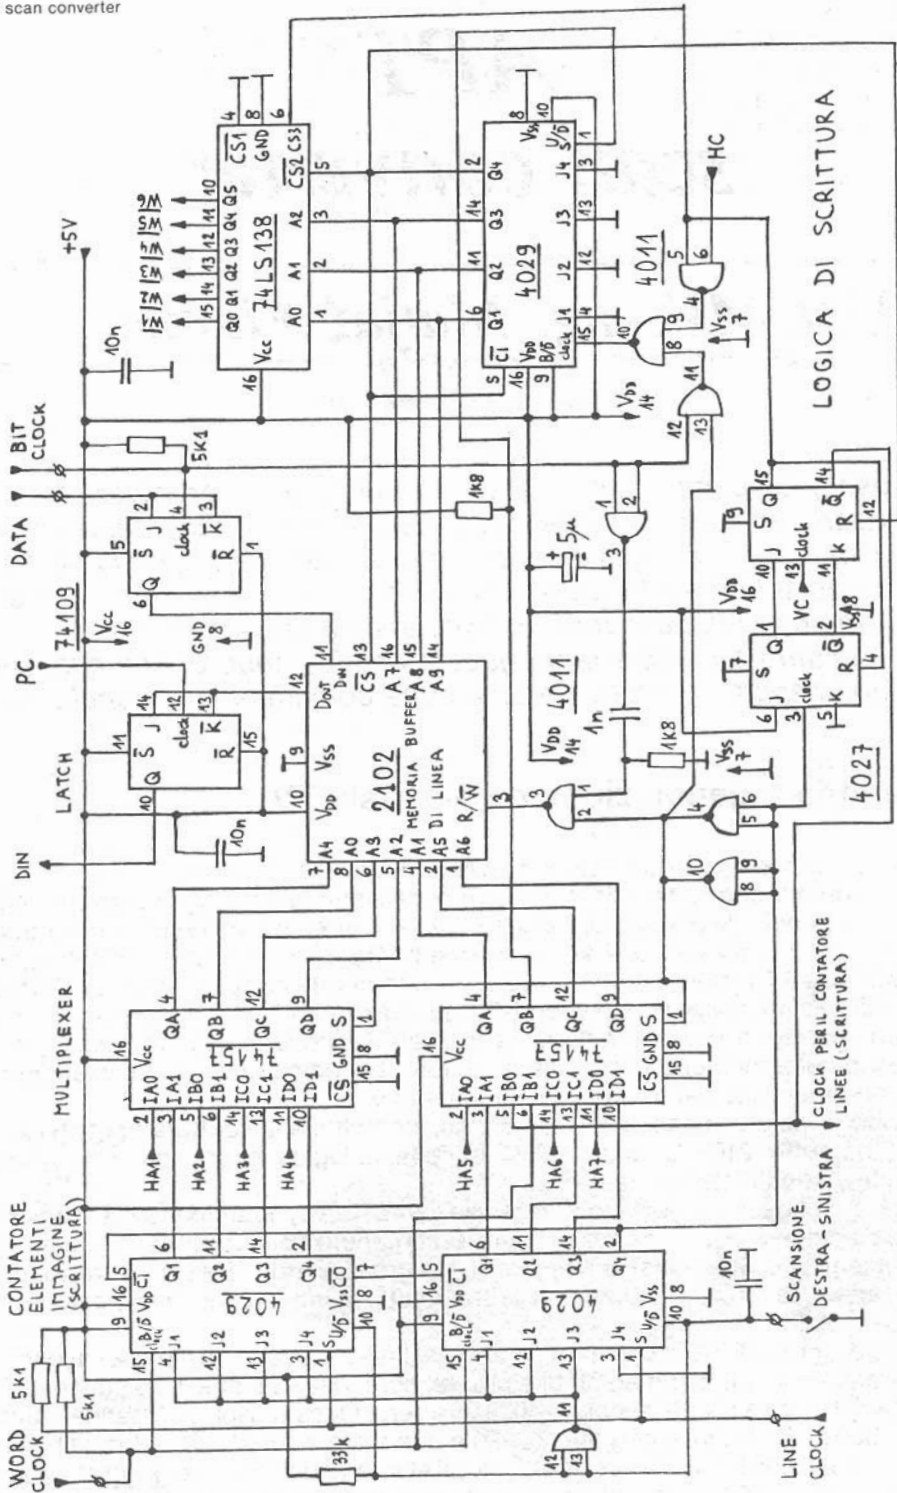
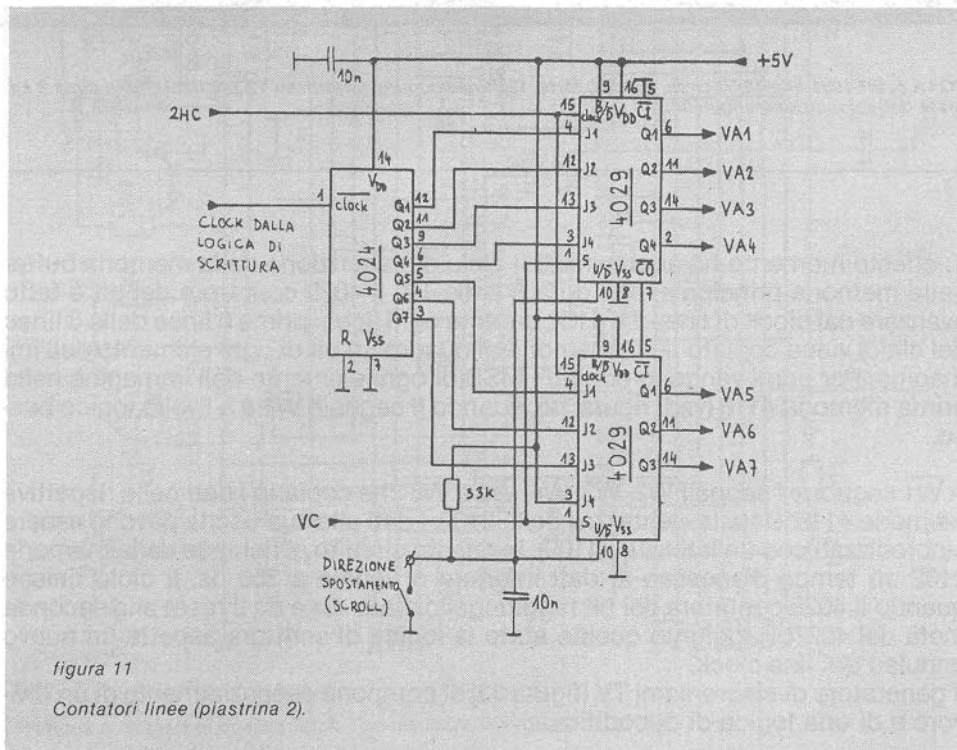

figura 10
figura 11
I segnali provenienti dall'interfaccia APT: data, bit-clock, word-clock e line-clock, contengono tutte le informazioni necessarie: dove e cosa scrivere nella memoria principale di quadro. Poiché era relativamente difficile scrivere direttamente nella memoria di quadro senza disturbare la lettura e quindi l'immagine riprodotta sul TV monitor, ho impiegato una memoria buffer di linea. L'informazione di una linea viene prima scritta in questa memoria ausiliaria e poi, al momento opportuno, durante la ritraccia verticale TV, occorre copiare questa informazione nella memoria principale di quadro. La logica di scrittura (vedi figura 10) viene resettata dal livello alto del line clock.
Il ciclo di scrittura inizia con il livello alto del line-clock, che dà il preset al contatore degli elementi d'immagine di scrittura, composto dai due 4029 connessi in cascata. L'uscita Q4 del secondo 4029 va a zero. Questa uscita comanda, tramite un buffer, il mutliplexer (i due 74157) e quando è a zero logico, il mutliplexer trasferisce il contenuto del contatore degli elementi d'immagine di scrittura agli address della 2102, inoltre abilita il conteggio di questo contatore (\overline{CI} del primo 4029 è collegato a Q4 del secondo 4029). Il word-clock dà il reset al 4029 contatore dei bit (a destra su figura 10). I dati, provenienti dall'interfaccia APT in for-
Quando il circuito viene impiegato assieme all'interfaccia APT, il contatore dei bit 4029 riceve l'impulso del reset esattamente quando dovrebbe raggiungere lo stato «8». La logica descritta può però tornare molto utile in altri impieghi, per esempio HRPT. L'impulso di word-clock fa anche avanzare il contatore degli elementi d'immagine, perciò i nuovi dati della nuova parola (nuovo elemento dell'immagine) saranno scritti in nuove locazioni della memoria 2102. Dopo 128 impulsi di word-clock la memoria buffer è piena e il suo contenuto può essere copiato nella memoria principale. L'uscita Q4 del secondo 4029 del contatore degli elementi d'immagine va a 1 logico e ferma il contatore in questo stato. Il multiplexer collega gli address della 2102 in parallelo agli address orizzontali (HA1 ÷ HA7) della memoria di quadro. Viene inoltre disabilitata la scrittura nella 2102. Il doppio flipflop 4027 sincronizza la trascrizione dei dati nella memoria di quadro con la ritraccia verticale (di quadro) TV. La prima metà del 4027 (a sinistra su figura 10) riceve l'impulso di clock dall'uscita Q4 del secondo 4029 del contatore degli elementi d'immagine e la sua uscita Q va a livello logico 1. La seconda metà del 4027 copia il contenuto della prima metà quando riceve l'impulso di clock (VC) sincronizzato con la ritraccia verticale TV e dà immediatamente il reset alla prima metà, inoltre fa avanzare il contatore delle linee di scrittura (figura 11) in modo da scrivere in una nuova linea della memoria di quadro.
L'idea mi è venuta osservando il funzionamento dei terminali video alfanumerici dei computer: quando lo schermo è già pieno di testo e si scrive una nuova linea, scompare la linea più in alto e tutte le rimanenti linee del testo si spostano d'una linea in su per dare posto alla nuova linea. Il meccanismo viene chiamato «scroll» e naturalmente è applicabile anche agli scan converters: le nuove linee dell'immagine appaiono (ad esempio) nel fondo dello schermo del TV monitor spostando in su le linee precedenti che alla fine scompaiono in cima. Per spostare le linee già scritte in memoria in su o in giù sullo schermo non è però necessario trascrivere i dati da alcune locazioni della memoria in altre locazioni, basta giocare sugli address in fase di lettura. Il «trucco» è presentato in figura 11. Il 4024 è il contatore delle linee in fase di scrittura, le sue uscite sono collegate ai «preset inputs» dei due 4029, che compongono il contatore delle linee in fase di lettura e forniscono gli address verticali (VA1 + VA7). Supponiamo che l'interruttore «direzione spostamento» sia chiuso, e di conseguenza i due 4029 contino indietro. Supponiamo, anche, che il 4024 abbia raggiunto il numero N. Il clock verticale (VC) presetta i due 4029 al numero N. Quando il VC torna a livello basso, i due 4029 incominciano a contare: N, N-1, N-2, N-3, ... e così via, e al TV monitor vengono inviate le linee nello stesso ordine, N, N-1, N-2, N-3, ... e così via fino alla fine del quadro, quando il VC torna alto e dà di nuovo il preset ai due 4029. Prima che una nuova linea venga iscritta nella memoria di quadro, il contatore 4024 riceve un impulso di clock e il conteggio raggiunge N + 1. Poichè l'iscrizione di una nuova linea avviene durante il periodo di ritraccia verticale, quando il VC è alto, i due 4029 sono «forzati» a N + 1 e la nuova linea viene iscritta nella locazione N + 1. I due 4029 conteranno poi: N + 1, N, N-1, N-2, N-3, ... e così via, e al TV monitor verranno inviate le linee nello stesso ordine: N + 1, N, N-1, N-2, N-3 ... Notate che adesso è in cima la nuova linea N + 1, le linee precedenti sono inviate nello stesso ordine, ma ritardate e perciò spostate in basso sullo schermo.
Un piccolo inconveniente si verifica quando i due 4029 contano avanti: la linea appena scritta si trova in cima, invece di essere al fondo dell'immagine. Tutte le rimanenti linee vengono però spostate nel senso giusto e rappresentate al loro posto giusto. La possibilità d'invertire il senso dello spostamento dell'immagine è utile per non riprodurre immagini «capovolte», visto che vogliamo ricevere sia le orbite nord-sud che le orbite sud-nord dei satelliti. Invertendo il senso dello spostamento è però necessario invertire anche il senso di scrittura nella memoria buffer di linea (vedi figura 10, interruttore «scansione sinistra-destra») per non ricevere immagini «allo specchio».
Il quadro TV generato dal generatore dei sincronismi ha 320 linee. 256 linee sono dedicate al quadro utile, rimangono perciò 64 linee per la ritraccia e i bordi. La memoria di quadro ha soltanto 128 linee, perciò ogni linea viene letta due volte per formare un quadro utile di 256 linee. Il contatore delle linee (in fase di lettura), composto dai due 4029 (vedi figura 11), deve perciò ricevere un clock con il periodo di due linee TV, cioè $128 \mu\text{s}$ (2 HC). Poichè gli schermi dei TV monitor sono rettangolari, anche il formato del quadro utile è stato scelto rettangolare. Nella scelta delle frequenze di sampling e del line-clock ho tenuto conto del formato del quadro utile in modo che le foto, trasmesse dai satelliti, siano riprodotte senza distorsioni geometriche.